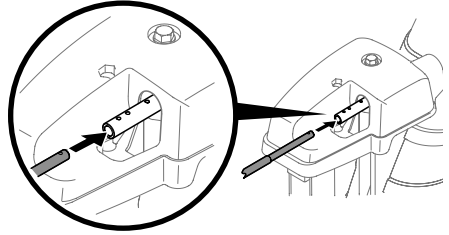

Figura 14
2. Inserte la varilla de control del canal dentro del cabezal de control del canal. Empuje la varilla dentro del cabezal de control del canal lo más posible, manteniendo los orificios de la varilla orientados hacia arriba (Figura 14).